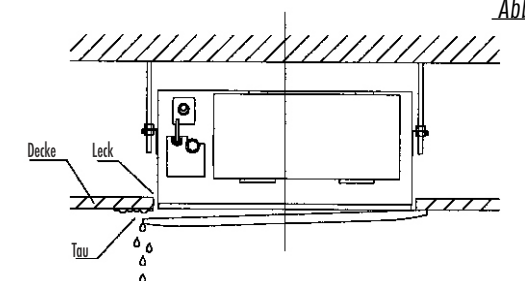

Abbildung 44
- Fehlfunktionen wie in Abb. 44 beschrieben können durch unpassendes Anziehen der Schrauben verursacht werden.